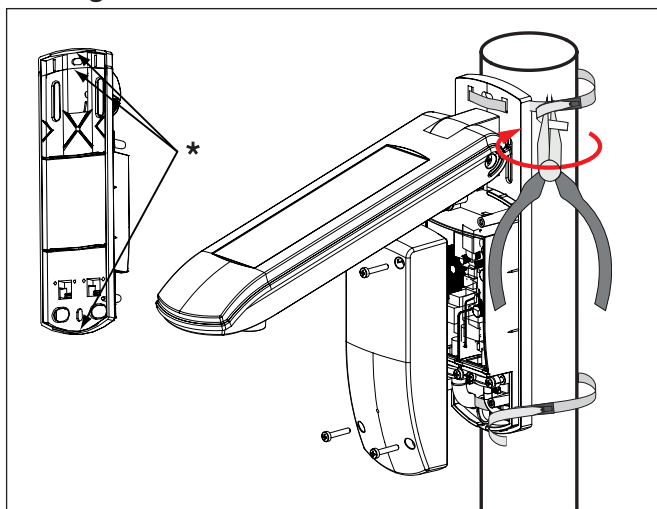

Abb. 6 Montage an einem Standrohr und Arretierung der Stahlkabelbinder
- Entfernen Sie die dünnen (dreieckigen) Stege an der oberen und unteren Kante der Montageplatte mit einem Seitenschneider (Abb. 6 \*).